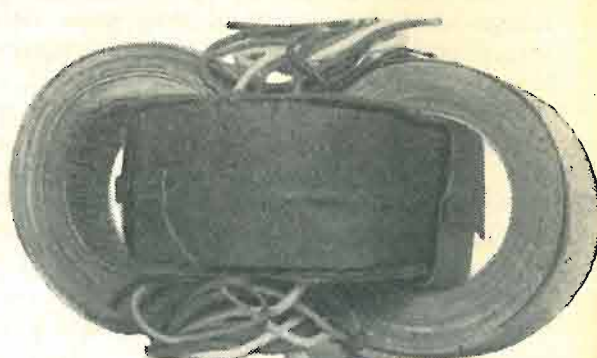

Fig. 7. - Trasformatore a due nuclei avvolti.
2) *Trasformatori a 2 nuclei disposti ad 8* La fig. 7 illustra un tipo con due nuclei concatenati, disposti ad 8, che riproducono la disposizione dei nuclei normali noti sotto il nome di «nucleo a mantello». La figura 8 dà l'idea del montaggio finale in un trasformatore della potenza di 10 kW